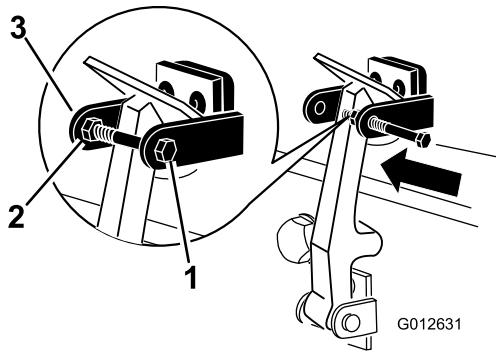

Figure 10
- Vissez le boulon dans l'autre bras du support de loquet pour bloquer le loquet en position (Figure 10).